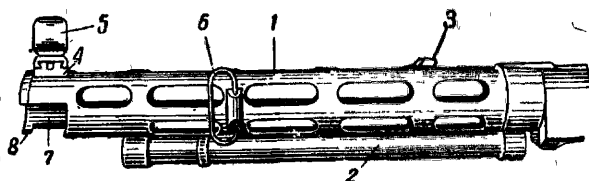

Рис. 9. Кожух:
**Кожух** (рис. 9) представляет собой полую трубу и предохраняет ствол от ударов, а стрелка — от ожогов.